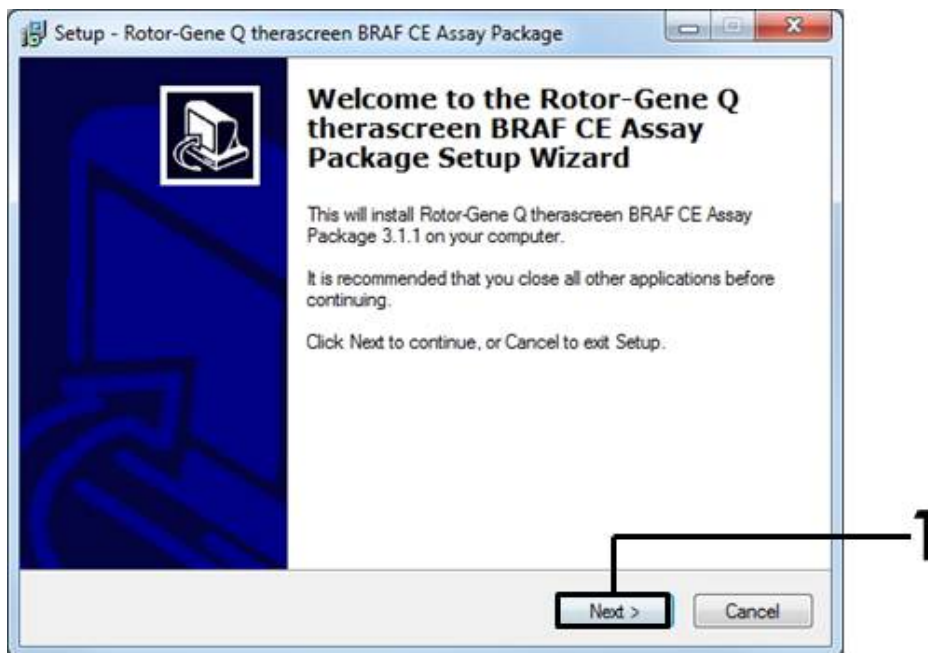

Abbildung 41. Das Dialogfeld „Setup“ (Konfiguration) [1 = Schaltfläche „Next“ (Weiter)]
4. Der Einrichtungsassistent wird angezeigt. Klicken Sie auf „Next“ (Weiter), um fortzufahren (siehe Abbildung 41).